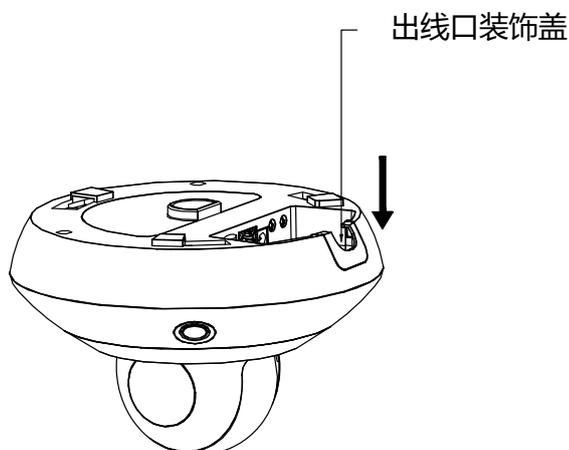

图3-9 安装出线口装饰盖
2. 将“出线口装饰盖”向下插回到设备上，如图 3-9 所示。